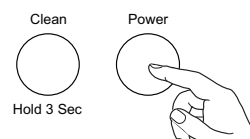

Figure 8
12. Lorsque vous avez terminé, remplissez le réservoir d'eau fraîche et appuyez sur le bouton Power pour fabriquer des glaçons. Voyez la Figure 8.